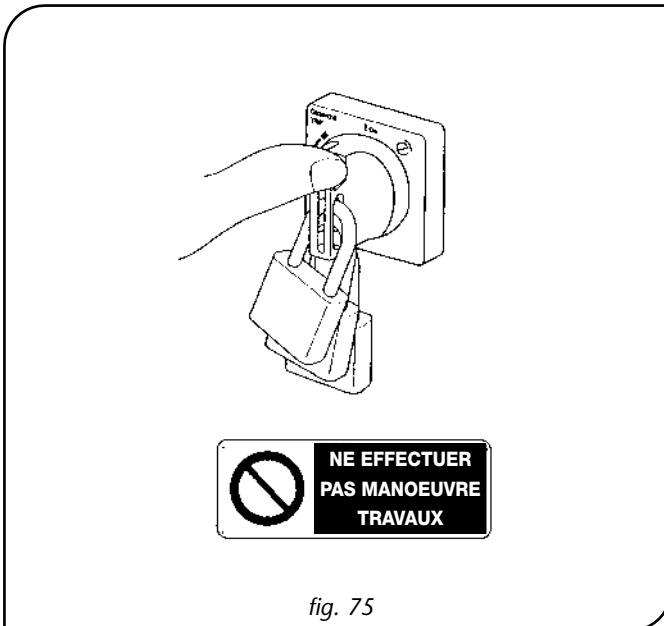

fig. 75
2. S'assurer que les câbles d'alimentation électrique ne sont pas sous tension, mettre l'interrupteur général en position "O" ou "OFF", verrouiller le cas échéant par cadenas ou apposer une étiquette signalant l'interdiction de remise en marche (fig. 75).